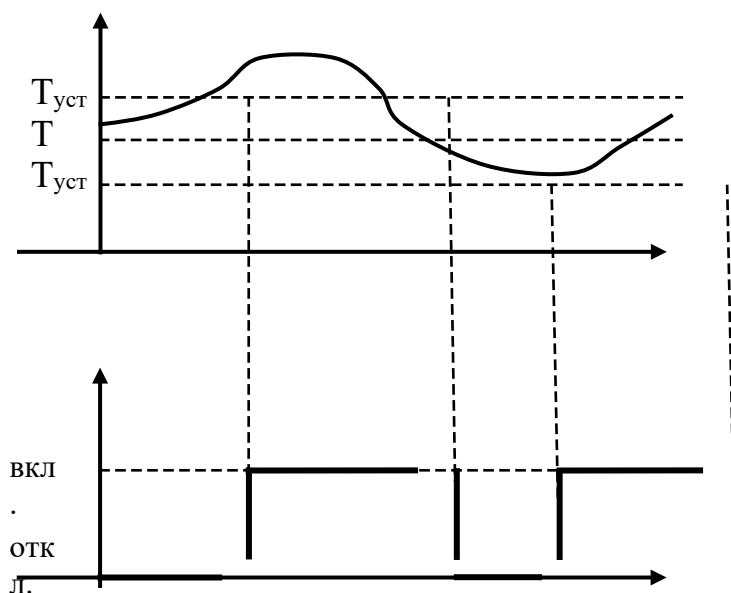

Рисунок 5.23
Сигнализация срабатывает, если отклонение от заданной температуры (T) выходит за границу значения аварийной уставки ($T_{уст}$) в любую сторону (рис. 5.23).